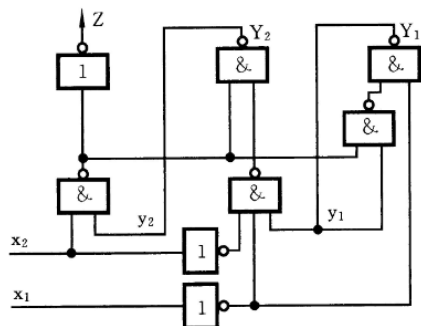

图 6.35 逻辑电路
- 在Logisim上实现例题6.11的**单脉冲发生器**（图6.35），该电路的输入为（ x_2 、 x_1 ），状态为（ y_2 、 y_1 ），输出为 Z 。